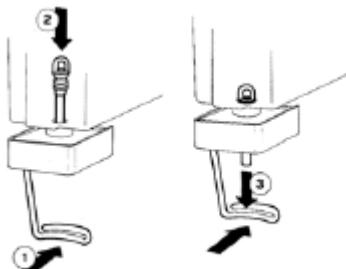

рис. 4
2. Кран с резиновой прокладкой: нажмите (1) на рукоятку управления краном и установите (2) резиновую прокладку в контейнер. Возьмитесь за нижний конец прокладки и тяните ее книзу (3) до тех пор, пока она не встанет на место (см. рис. 4).